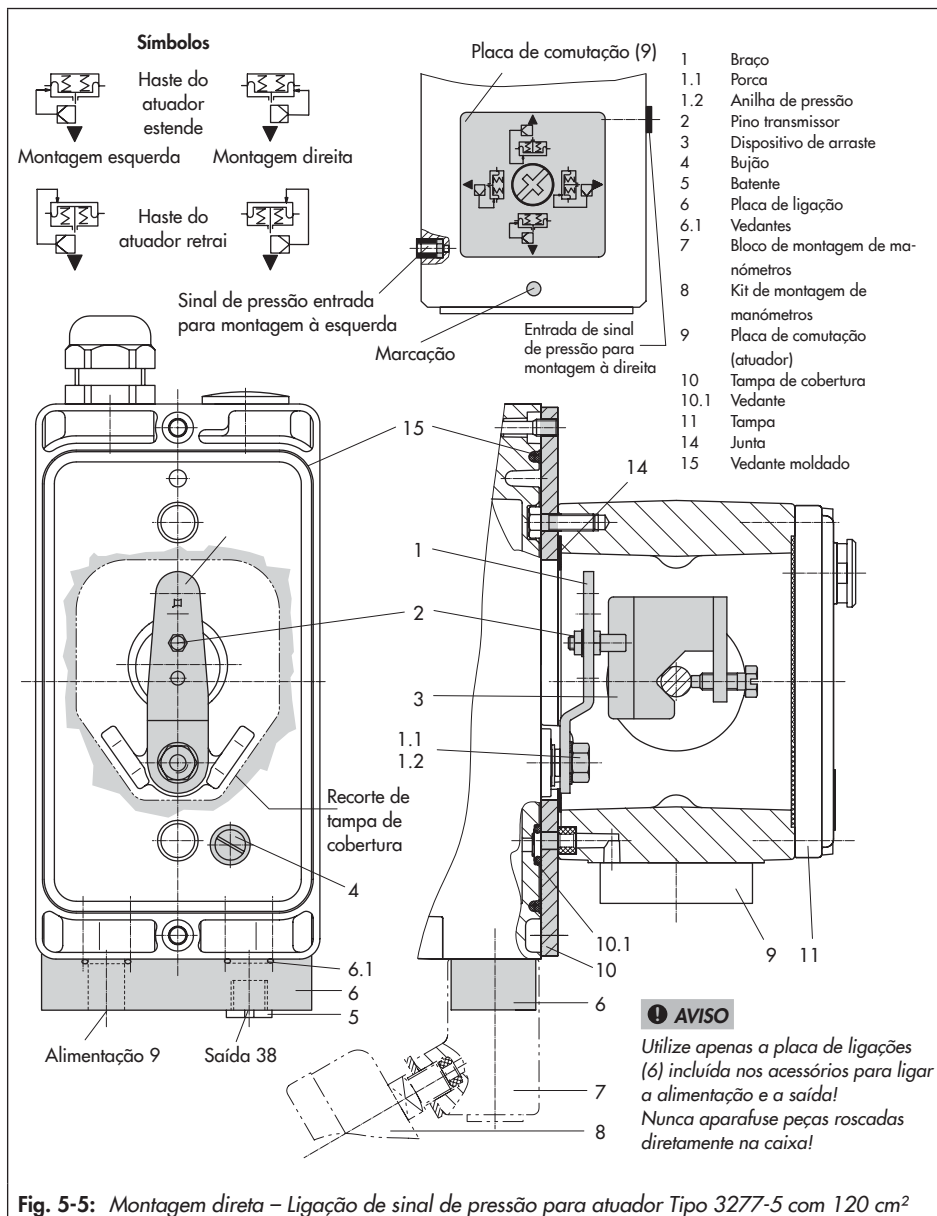

Fig. 5-5: Montagem direta – Ligação de sinal de pressão para atuador Tipo 3277-5 com 120 cm2
#### **Atuador com 120 cm2** (consulte Fig. 5-5)
3. Coloque o dispositivo de arraste (3) na haste do atuador, alinhe e aperte firmemente de modo a que o parafuso de montagem fique localizado na ranhura da haste do atuador.
4. Monte a tampa de cobertura (10) com o lado estreito do recorte (Fig. 5-5, à esquerda) direcionado para a ligação do sinal de pressão. Certifique-se de que a junta (14) fica direcionada para a arcada do atuador.
5. **Curso de 15 mm:** Mantenha o pino transmissor (2) no braço M (1) na parte de trás do posicionador na posição de pino 35 (estado de entrega).
**Curso de 7,5 mm:** Retire o pino transmissor (2) da posição de pino 35, reposicione-o no orifício para a posição de pino 25 e aperte firmemente.